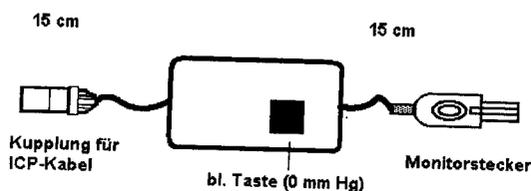

Abbildung 2: Nullpunktmodul NPS2
Der Nullpunktmodul NPS2 dient zur Nullpunkteinstellung am Druckmonitor vor Anwendung sowie nach Unterbrechungen der Messung, wie z.B. bei Pflegemaßnahmen oder CT. Unabhängig vom Messdruck, der am Sensor des Präzisionsdruckkatheters anliegt, kann bei gedrückter blauer Taste (0-Taste; s. Abb. 2) eine Nullung der Druckanzeige am Druckmonitor erfolgen.
- Drücken und Halten der blauen Taste (0 mm Hg) am Nullpunktmodul (Abbildung 2).